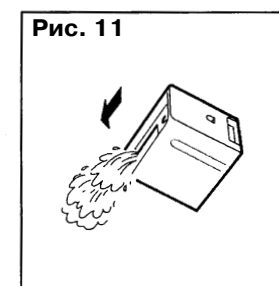

Рис. 11
- Вылейте из нее накопившийся конденсат (рис. 11).